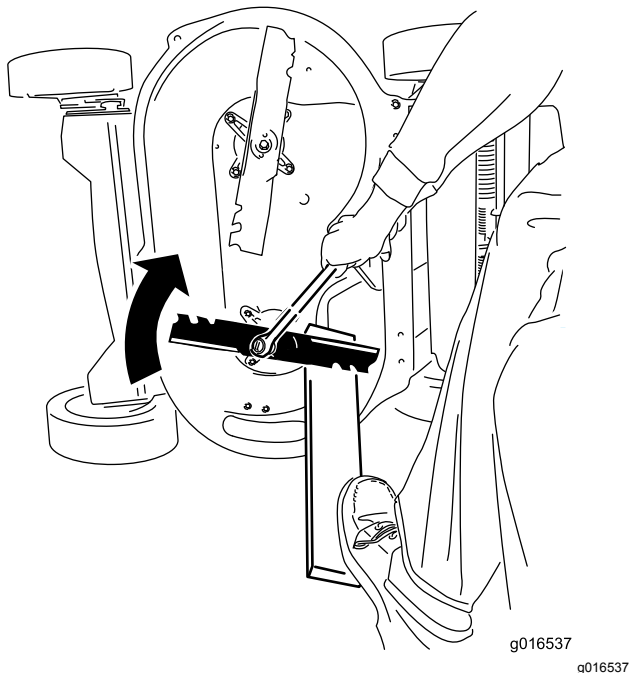

Figure 40
2. Immobilisez chaque lame à l'aide d'une planche et tournez le boulon de lame dans le sens horaire au moyen d'une clé dynamométrique comme montré à la Figure 40 ; serrez chaque boulon de lame à 82 N·m.